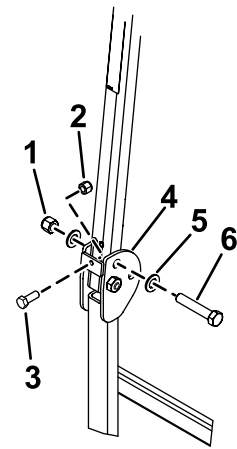

図 17
3. 図 17に示すように、ワッシャ13/16 x 1½"を各ボルト¾ x 4"に組み付ける。
4. ピンを抜いた穴に、ボルトとワッシャを取りつける図 17。
5. 図 17のように各ボルトにもう1枚のワッシャを入れ、ナット¾"で固定する。各ナットを 323-396 N·m 33-40 kg·m = 238-292 ft·lb にトルク締めする。
6. ヒンジエリアのロールバーの下部の両側にあるねじ付きプレートに、ボルト (3/8-16 x 1"または 1-1/4 ")とジャムナット (ボルトとジャムナットは未同梱)を取り付ける (図 17)。ボルトを上部のロールバーチューブにしっかりと固定されるまで締め付け、ジャムナットを締め付ける。
7. ロールバーとサンシェードが跳ね上がるのを防ぐために、ROPSピボットボルト (図 17)を 91113 N·m (9.812.2 kgm) のトルクで締め付ける。